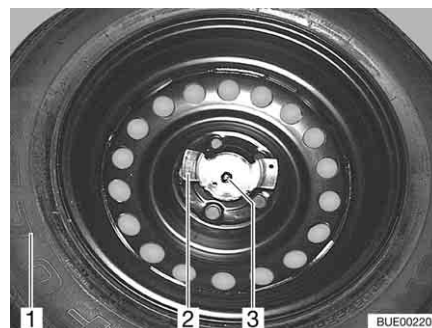

Fig. 214 Fixation de la roue de secours
- Dévisser les deux écrous (Fig. 214,2 et 3).
- Retirer la roue de secours (Fig. 214,1) de son étrier.